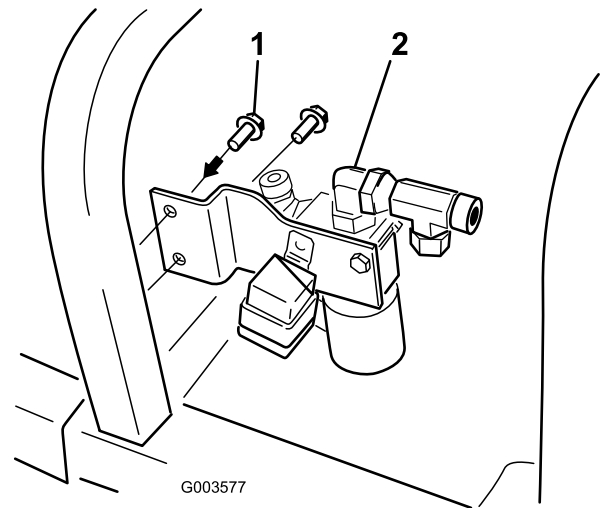

図 13
7. タップねじ  $9/32 \times \frac{3}{4}$  インチ2本を使用して、機体フレームにバルブブラケットを取り付ける。 図 13 を参照のこと。